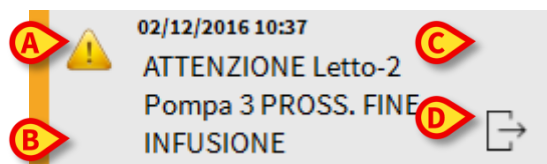

Fig 11
All'interno della notifica (Fig 11) sono fornite le seguenti informazioni:
- Un'icona che caratterizza il tipo di messaggio (Fig 11 **A**).
- Un pulsante di "Acknowledge" che permette di indicare la presa in carico della notifica (Fig 11 **C**).
- Un pulsante che permette visualizzare direttamente la schermata "Centrale Paziente" cui la notifica si riferisce (Fig 11 **D**).